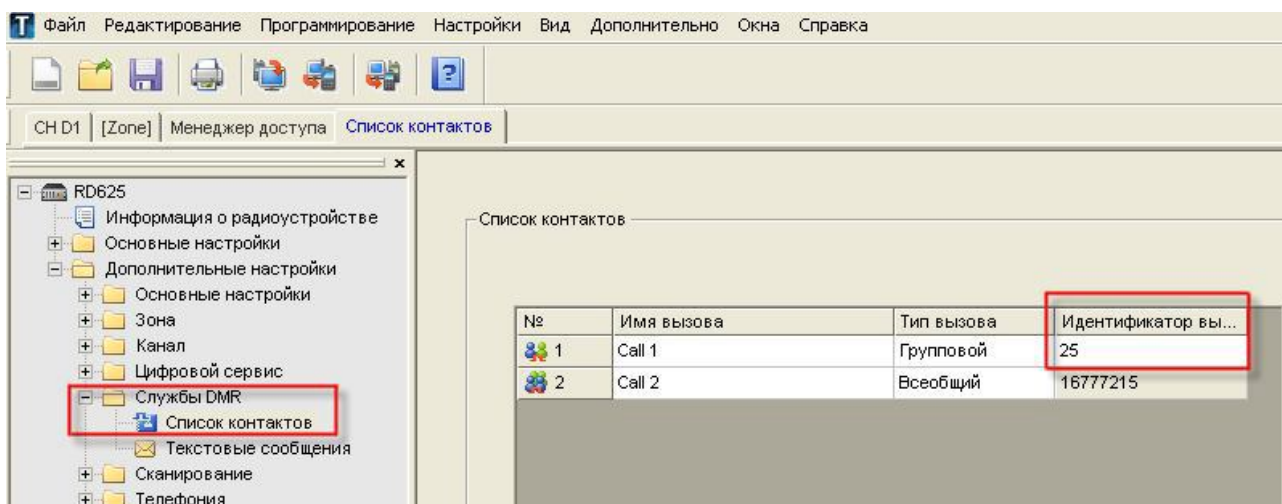

Рисунок 5
- «Служба DMR» (см. рисунок 5).